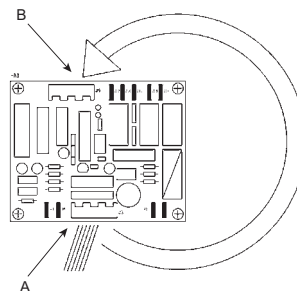

Рис. 119 Электронная печатная плата
2. переустановить соединитель управления из первоначальной позиции, см. рис. 119, поз. А, во временную аварийную позицию, см. рис. 119, поз. В;